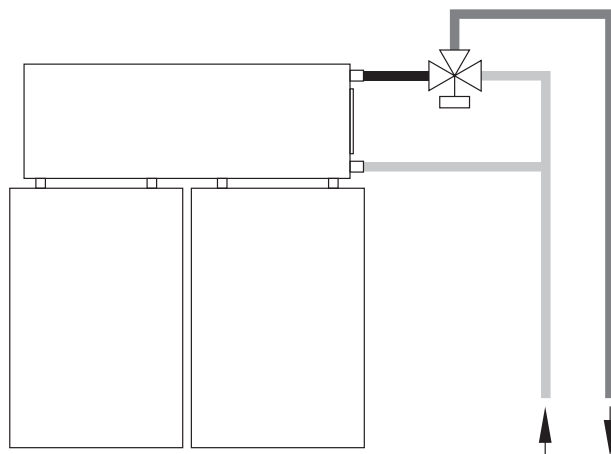

Abb. 6 Einbau eines Brauchwassermischers als Verbrühungsschutz
- Bei starker Sonneneinstrahlung kann die Trinkwassertemperatur im Speicher auf bis zu 80 °C ansteigen. Um eine Verbrühungsgefahr auszuschließen, ist ein Brauchwassermischer einzubauen, der die Zapftemperatur auf maximal 60 °C begrenzt (Abb. 6).